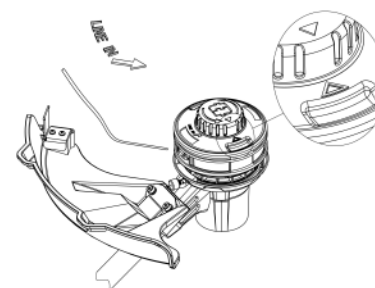

Fig.9A
1. Alinee la flecha de la perilla de impacto con la del cartucho de carrete. (Fig. 9A)
2. Inserte la línea de corte en el ojal que marca "LINE IN" en el carrete. (Fig. 9A)